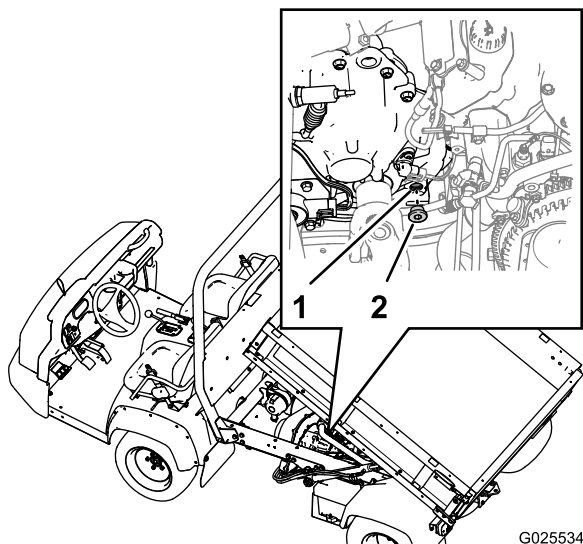

図 67
1. トランスミッションの後部、車幅方向内側の低い位置にある補給用プラグを探し出す 図 67。
3. プラグを左に回して、トランスミッションの補給ポートから外す 図 67。
4. オイル量が不足している場合には、所定のオイルを補給ポートから補給する。油面がねじ山の下と同じ高さになるまで補給する 図 67。
6. トランスミッションに補給プラグを元通りに取り付け、手締めする 図 67。